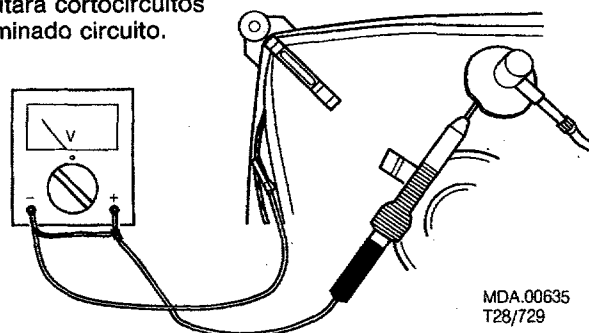

Fig. 1
3. Para no estropear los circuitos integrados ni los transistores, procure que no haya una descarga disruptiva de alta tensión. Siguiendo el método indicado en la Fig. 1 para descargar el tubo de imagen evitará que éste se estropee. Utilice una sonda de alta tensión y un medidor universal (posición DC-V). Descargue el tubo hasta que la lectura en el voltímetro sea de 0V (después de unos 30 segundos).